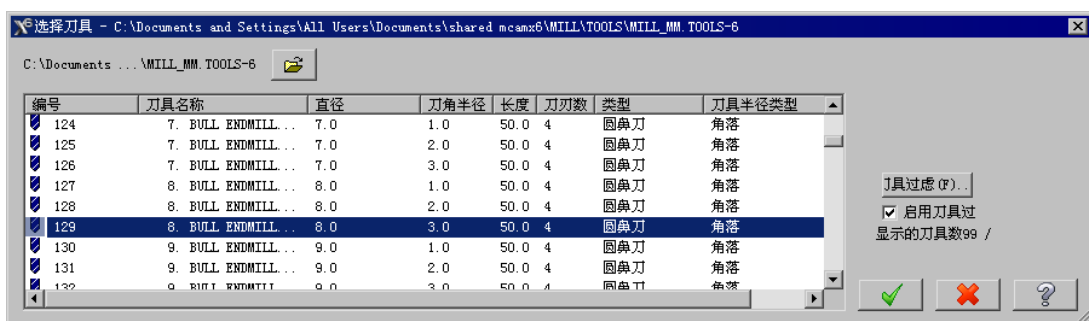

图 6.15 “选择刀具”对话框
Step4. 选择刀具。在“曲面精加工等高外形”对话框中单击 **选择刀具** 按钮，系统弹出“选择刀具”对话框，在该对话框的列表框中选取图 6.15 所示的刀具。单击 **✓** 按钮，关闭“选择刀具”对话框，系统返回至“曲面精加工等高外形”对话框。